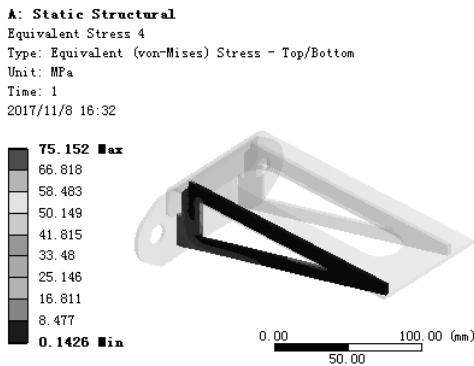

图 7.11.24 应力结果图解 (SIDE-SHEET)
(5) 查看 SIDE-SHEET 零件应力结果图解。在“Outline”窗口中选中 Equivalent Stress 4，查看图 7.11.24 所示的零件 SIDE-SHEET 的应力结果，其最小应力为 0.1426 MPa，最大应力为